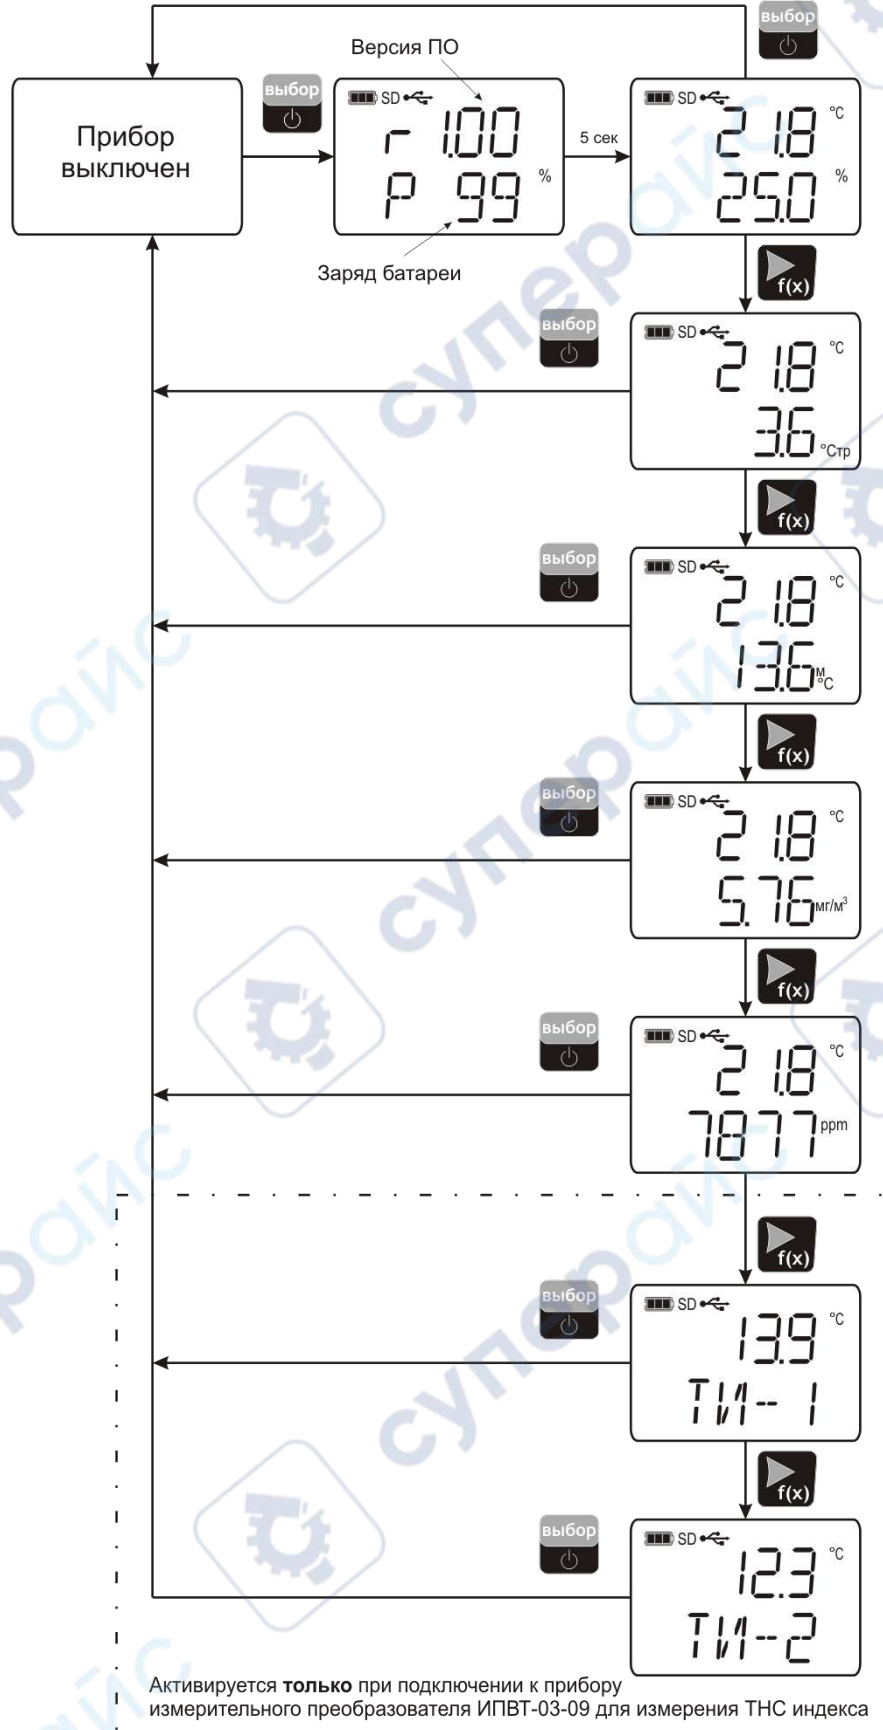

Рисунок 5.1 Режим РАБОТА ИВТМ-7 К(-Д)-1
- 4.6 Для определения индекса ТНС установить преобразователь ИПВТ-03-09 (чёрная сфера, см. **ПРИЛОЖЕНИЕ В**, пункт 6) на штатив-треногу (рекомендуется располагать черную сферу руководствуясь СанПиН 2.2.4.548-96), кнопкой  выбрать требуемый для расчета индекс (ТИ-1 или ТИ-2 (см. рисунок 5.1)), по истечении 15 минут зафиксировать показания прибора.
При эксплуатации прибора его функционирование осуществляется в одном из нескольких режимов: **РАБОТА, НАСТРОЙКА, ВЫКЛЮЧЕН, СПЯЩИЙ РЕЖИМ**. После включения и самодиагностики прибор индицирует версию рабочего ПО, заряд батареи в % (см. рисунок 5.1) и переходит в режим **РАБОТА**.